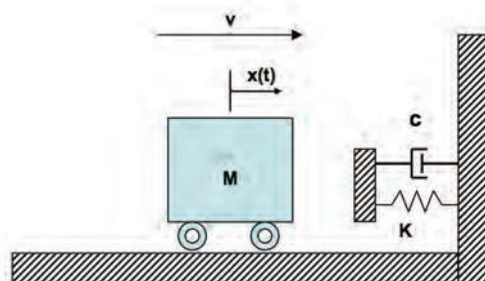

FIGURA 2
4. Considérese la situación de la Figura 2 en la que la máquina tractora se ha desenganchado de los vagones. Dicha máquina, queda enganchada a un tope fijo al andén tras impactar con el mismo. Obtener el valor del amortiguamiento relativo del sistema y dibujar de forma aproximada/representativa, para ese tipo de amortiguamiento, la respuesta a lo largo del tiempo. (3p)